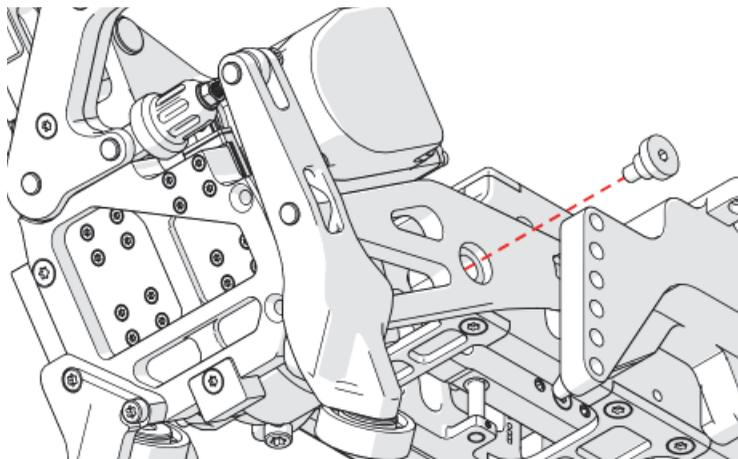

Figure 2-9 Retrait du boulon à épaulement
10. À l'aide d'un tournevis à tête hexagonale de 4 mm, retirez le boulon à épaulement du bras du chariot moteur (Figure 2-9 à la page 98).
3. À l'aide d'un tournevis à tête hexagonale de 4 mm, retirez le boulon à épaulement du chariot moteur (Figure 2-9 à la page 98).